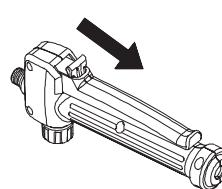

Figura 13
1. Para travar, pressione a alavancas para baixo e puxe o botão de travamento para trás e, solte a alavancas. Consulte a Figura 13.